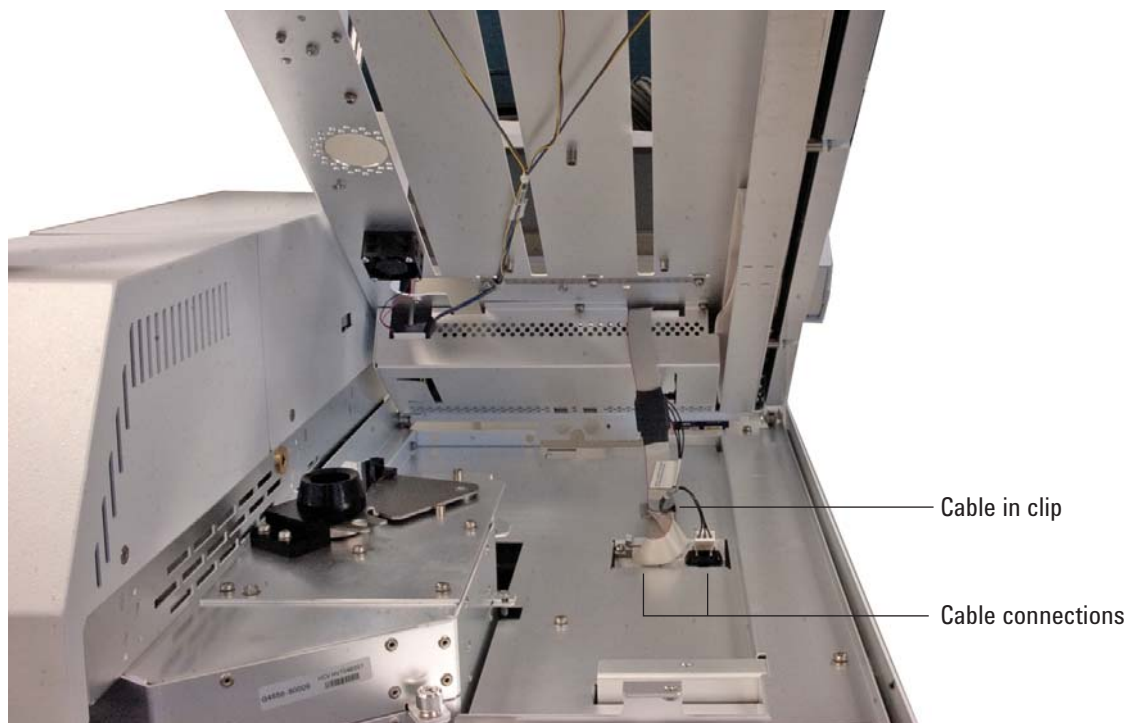

图 3 连接并布置电缆线路
- 3 将样品盘控制电缆连接到机箱上的连接器。请参见图 3。将控制电缆穿过机箱上的塑料夹。